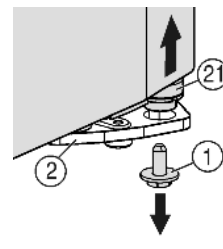
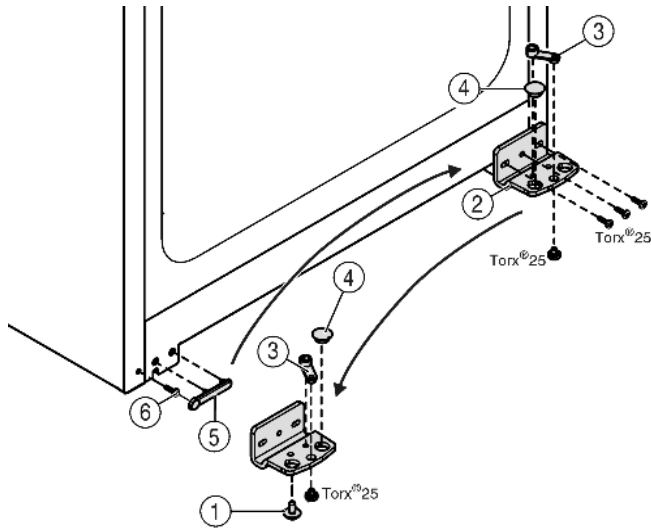

Fig. 4
Fig. 5
- ▶ Rechts onder aan de lagerbus de borgschroef *Fig. 4 (1)* uitdraaien.
- ▶ De lagerbout *Fig. 4 (21)* komt uit de lagerbus *Fig. 5 (2)* los.
- ▶ Indien de lagerbout *Fig. 4 (21)* niet kan worden losgedraaid, de bout van onderaf naar buiten drukken.
- ▶ Lagerbus Fig. 5 (2) losschroeven.
- ▶ Lagerdeel Fig. 5 (3) losschroeven en in het tegenoverliggende opnamegat van de lagerbus omzetten en weer vastschroeven.
- ▶ Stop Fig. 5 (4) uit de lagerbus verwijderen en in de tegenoverliggende opening van de lagerbus omzetten.
- ▶ Afdekking Fig. 5 (5) aan kant van de greep voorzichtig wegnemen.
- ▶ Schroef Fig. 5 (6) uitdraaien en aan de andere kant weer indraaien.
- ▶ Afdekking Fig. 5 (5) weer terugplaatsen.
- ▶ Lagerbus Fig. 5 (2) aan de nieuwe scharnierzijde evt. met behulp van een accuschroevendraaier weer **goed (met 4 Nm)** vastschroeven.
- ▶ Borgschroef Fig. 4 (1) onder in de lagerbout draaien en vastschroeven (**met 4 Nm**).